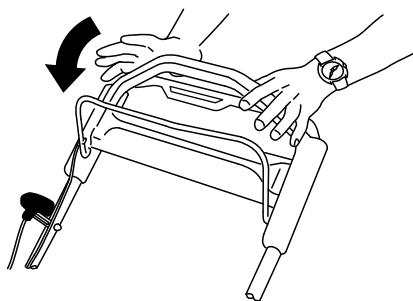

Bild 22
Lassen Sie den Schaltbügel los (Bild 22).
- Wenn die Heckauswurflappte nicht eingesetzt ist, fassen Sie sie am Griff an, heben das Heckablenkblech an und setzen den Heckauswurfkanal ein, bis der Riegel arretiert, siehe Bild 22.